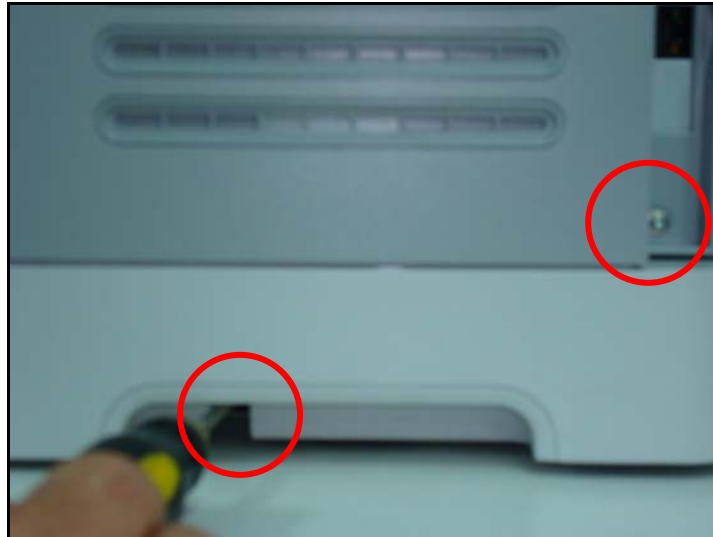

Figura 5
1. Sacar los dos tornillos plateados de 3mm, uno en la cavidad inferior y el otro en la parte inferior del panel de puertos mostrado en la figura 5.